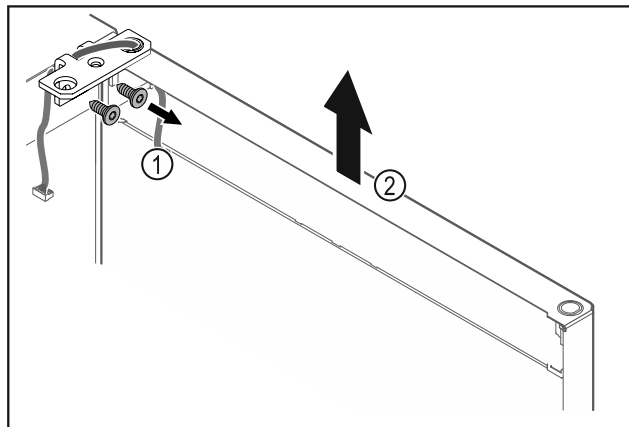

Fig. 28
- ▶ Odkręcić zawias Fig. 28 (1).
- ▶ Drzwi wraz z zawiasem należy podnieść prosto do góry o ok. Fig. 28 (2) circa 200 mm i zdjąć.